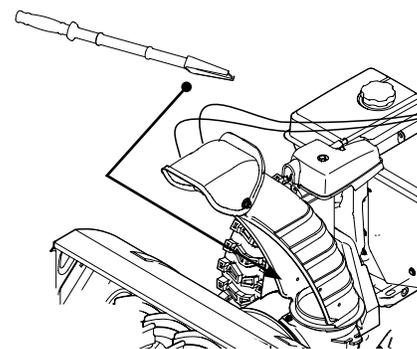

Figure 3-16
- Utilisez le côté en forme de pelle de l'outil de dégagement pour déplacer et retirer la neige et la glace accumulées à l'intérieur et autour de la goulotte. Utilisez toujours l'outil de dégagement de la goulotte (n° 931-2643) jamais vos mains. Consultez le document Pièces et garantie pour commander l'outil de dégagement de la goulotte. Voir Figure 3-16.